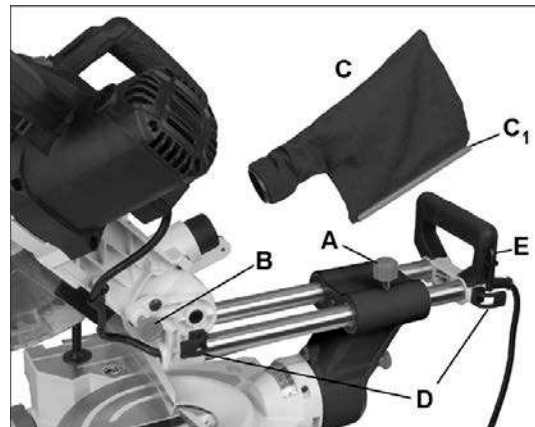

Рис. 4-1
Ослабьте ручку фиксации пыльной головы (А, Рис. 4-1).
2. Вытяните стопорный штифт (В, Рис. 4-1).
Наденьте мешок на вытяжной штуцер (Рис. 4-1).
Чтобы опорожнить мешок, снимите его со штуцера, уберите пластиковую скобу (С₁, Рис. 4-1) и встряхните пыль через отверстие. Перед использованием мешка установите на место пластиковую скобу.
Когда станок не используется, шнур питания следует намотать вокруг двух скоб, расположенных на пыльной голове (D, Рис. 4-1).
Шестигранный ключ, используемый для замены пыльного диска, хранится в задней части рукоятки (Е, Рис. 4-1). Другой конец ключа сделан в виде крестообразной отвертки.
Для быстрого распила заготовок небольшого размера отведите пильную голову до конца назад и зафиксируйте ее с помощью ручки (А, Рис. 4-1). Выполните распил в соответствии с общими инструкциями, приведенным в разделе 5.3.
Для распила широких заготовок разблокируйте фиксатор пильной головы (А, Рис. 4-1), чтобы она могла свободно перемещаться по направляющим. Примите во внимание величину хода пильной головы. Этот параметр приведен в технических характеристиках станка.